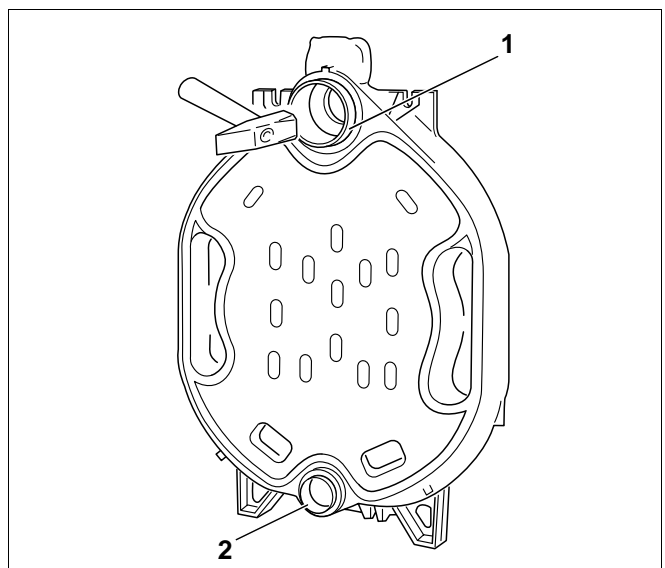

Fig. 9 Islåning af niplerne
- Sæt niplerne lige ind i den øverste (gr. 2, 119/50) og i den nederste (gr. 0, 57/50) nippelgang i bagelementet, og slå dem i på kryds med kraftige hammerslag. Den øverste nippel (Fig. 9, **pos. 1**) og den nederste nippel (Fig. 9, **pos. 2**) skal stikke ca. 28 mm ud af den pågældende nippelgang, når de er slået i.